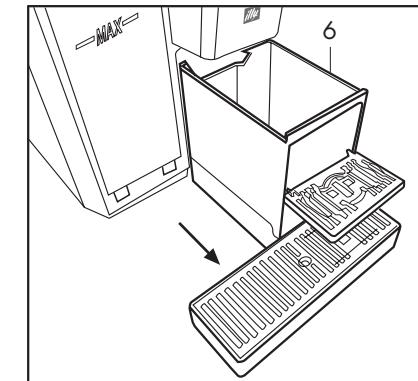
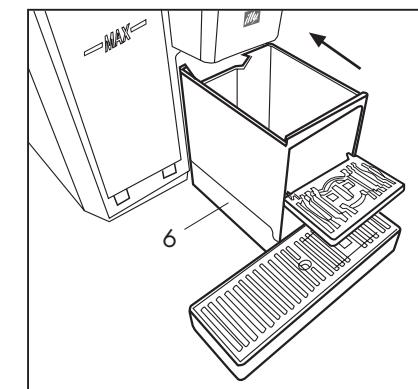

Abb. 15
Abb. 16
- Wenn der Kapselsammelbehälter (6) ist voll ist, Hält das Gerät an; Die rote Alarm-LED leuchtet und die Meldung A03 erscheint auf dem Display (13), die Kapselschublade ist voll.
Nehmen Sie den Kapselbehälter (6) heraus, leeren und waschen Sie ihn (Abb. 15). Reinigen Sie die Tropfschale und das Gitter, um das abgetropfte Wasser und Kaffeerückstände zu beseitigen. Setzen Sie danach das Fach mit dem Kapselbehälter wieder ein (Abb. 16).